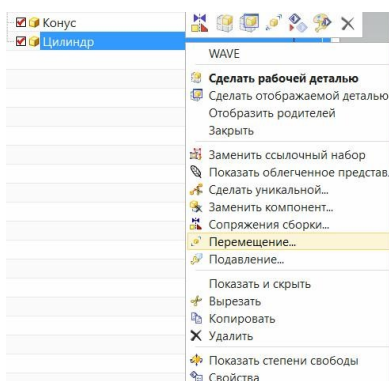
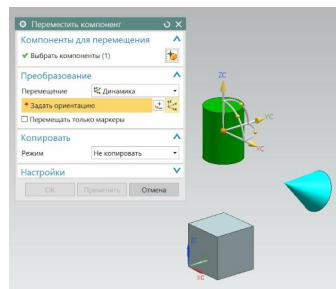
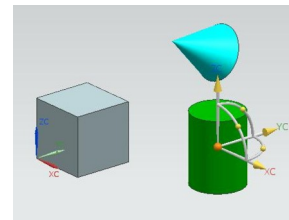

рис.30
рис.31
рис.32
- Поставьте в НСб курсор на строку нужной детали (например, *Цилиндр*), и вызовите *контекстное меню* (рис.30). Выберите команду «**Перемещение**». В ответ в *рабочем поле*, на вашей детали появится динамическая триада *желтых стрелок и дуг*, а около детали - диалоговое окно «**Переместить компонент**» (рис.31). Выше уже говорилось, как этими средствами вы можете произвольно, приблизительно или точно, переставить ваш компонент в любое место (рис.32).